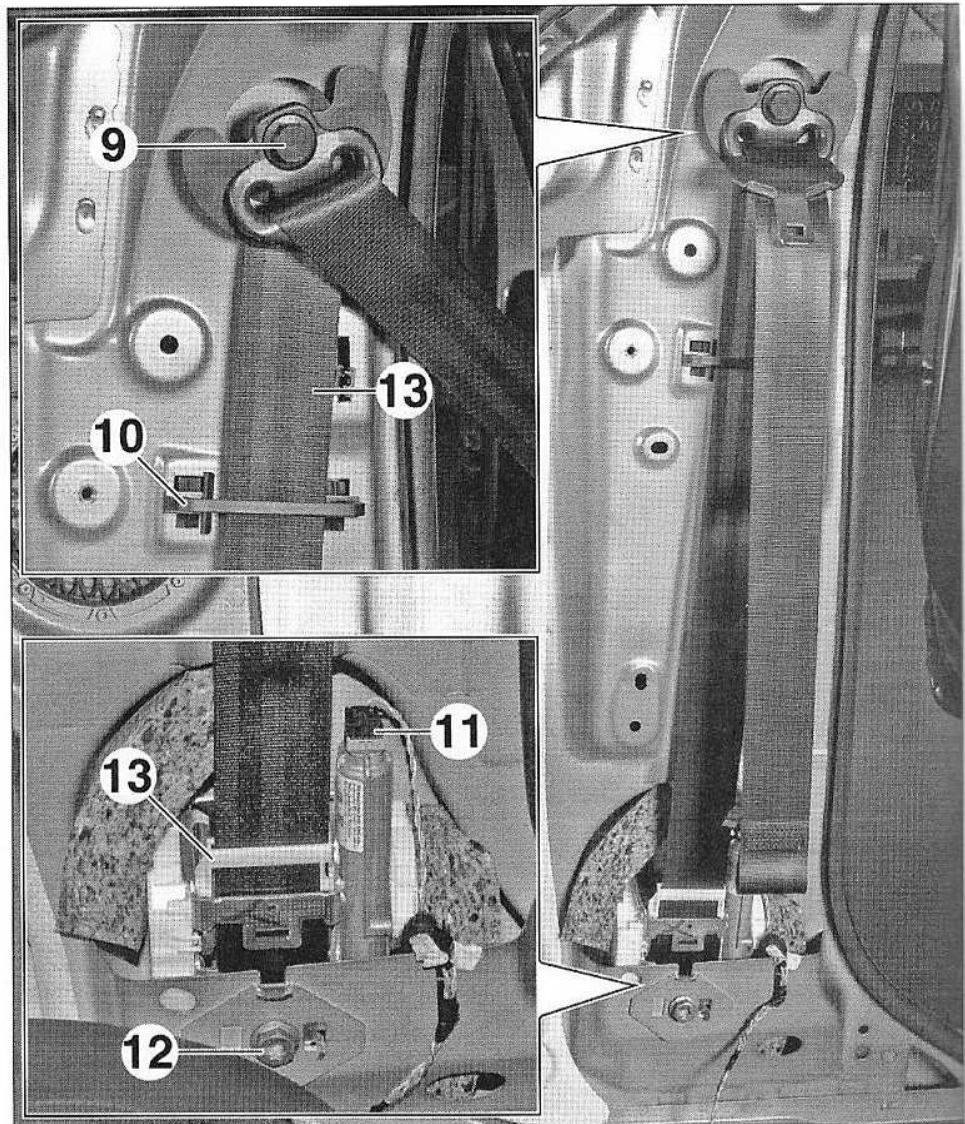

FIG.28
- Déposer (Fig.28) :
- la vis (9),
- le guide (10).
- Débrancher le connecteur (11).
- la vis (12),
- la ceinture de sécurité avant avec son prétensionneur (13).